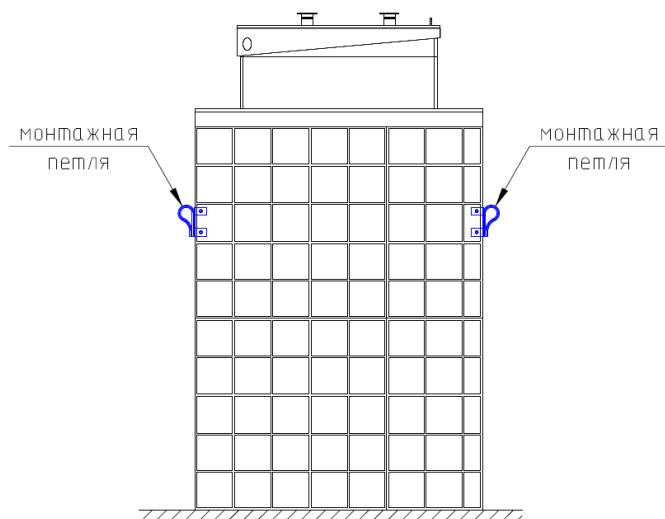

Рис. 4 Схема с указанием грузоподъемных приспособлений
- Установку можно прикреплять к грузоподъемным приспособлениям только через монтажные петли (см рис.4);